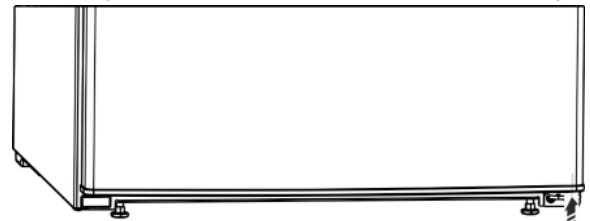

Fig. 6
- ▶ Знову вставте розпірку Fig. 6 (13) у дверцята внизу справа, оскільки вона потрібна для забезпечення стійкості пристрою.